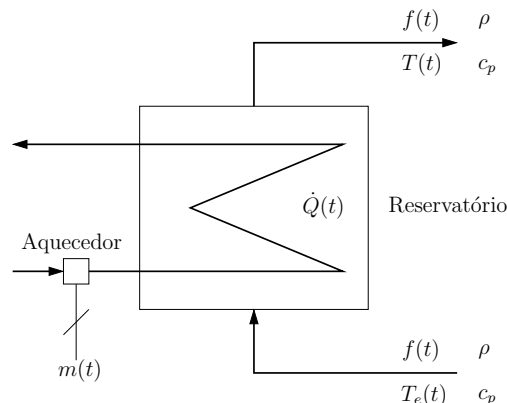

Figura 3: Trocador de calor.
3. Trocadores de calor são equipamentos muito utilizados na indústria de controle de processos. Considere o reservatório de aquecimento mostrado na Figura 3. Um fluxo de processo está sendo aquecido no reservatório por um aquecedor elétrico. A proporção da transferência calorífica, $\dot{Q}(t)$, para o fluido de processo está relacionado ao sinal, $m(t)$, por